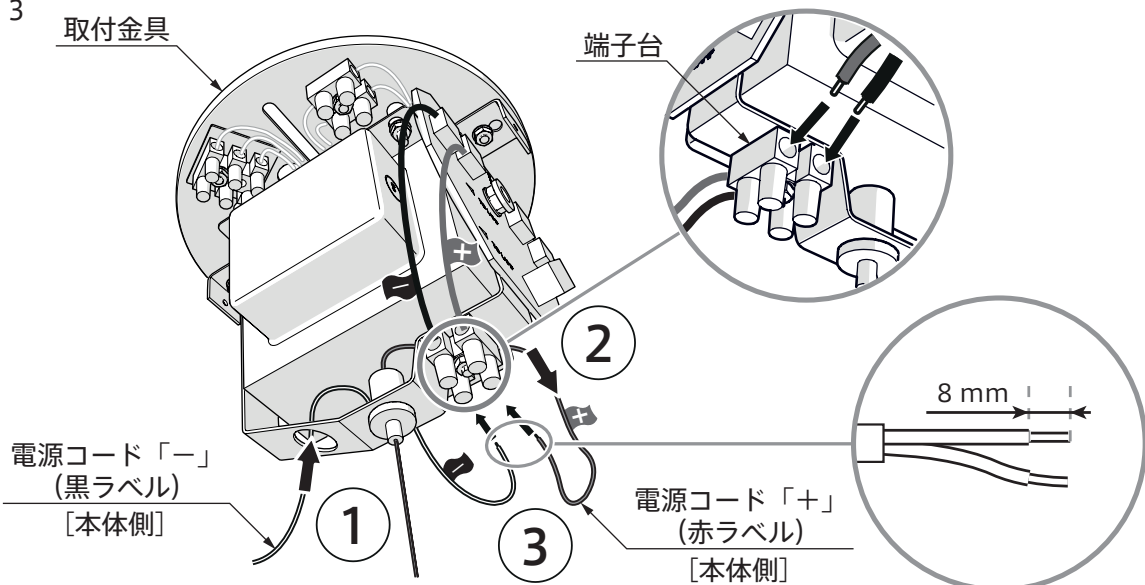

図 14
14. 取付金具とカバーキャップの取付穴(2ヶ所)の位置を合わせ、カバーキャップ固定ネジにて固定します。(図14)